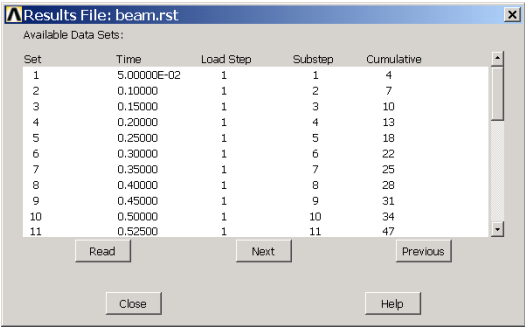

图6.3 选取子步数据
(1) 单击 Main Menu>General Postproc>Read Results>By Pick 菜单，将弹出如图 6.3 所示的对话框。